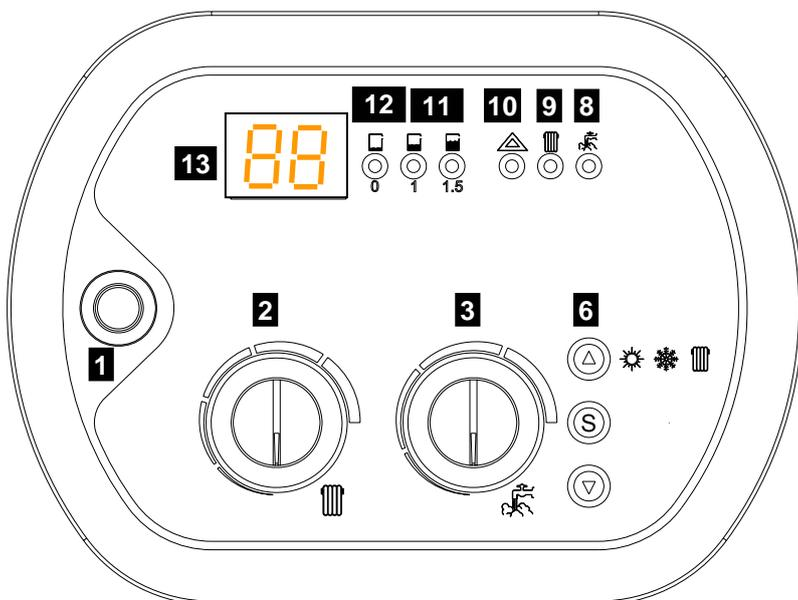

Fig. 1
- Mettre en fonction la chaudière en appuyant sur le bouton poussoir **1** (marche) (fig.1 ci contre)
Pour commuter la chaudière sur « ETE », agir sur la touche **6** (fig. 1) et sélectionner ainsi la fonction sanitaire seule. En mode “ETE”, le voyant **3** du tableau de commande s'allume.
Pour commuter la chaudière sur « HIVER », agir sur la touche **6** (fig. 1) et sélectionner ainsi la fonction chauffage / eau chaude sanitaire. Le fonctionnement en mode “HIVER”, se reconnaît par l'allumage simultané des voyants **8** et **9** du tableau de commande.
Pour commuter la chaudière en fonctionnement « RADIATEUR », agir sur la touche **6** (fig. 1) pour sélectionner la fonction chauffage seul. Le fonctionnement « RADIATEUR » se reconnaît par l'allumage du voyant **9** sur le tableau de commande
Le réglage de la température s'effectue au moyen du bouton **2** (fig. 1) ;
Le réglage de la température s'effectue au moyen du bouton **3** (fig. 1, tableau de commande, p 45) ;
Si l'eau vient à manquer dans la chaudière, le voyant **4** sur le tableau de commande (fig. 1, p 45) s'allume et le code clignote à l'afficheur **13**.